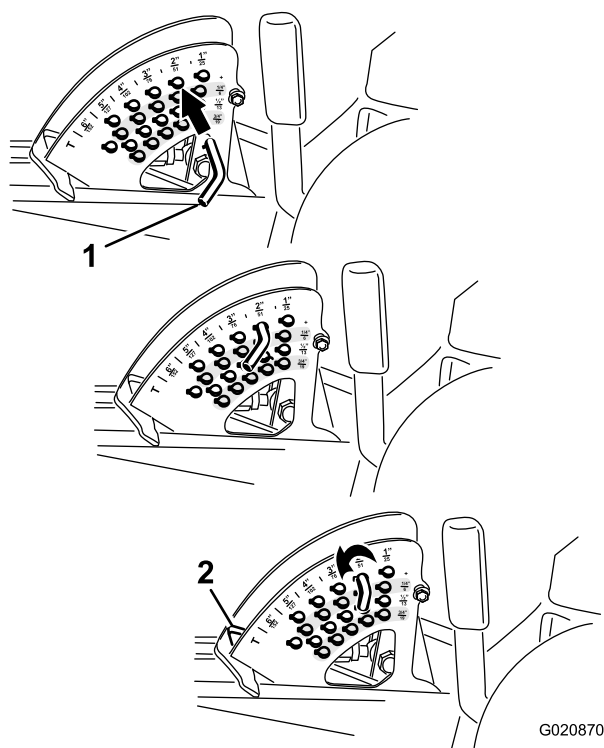

Figure 20
Remarque: Pour bloquer le plateau de coupe en position relevée, levez le plateau au-delà de la position 15 cm, retirez la goupille de butée de hauteur de coupe et placez-la à la position 15 cm (Figure 20).
2. Pour régler la hauteur de coupe, tournez la goupille de butée jusqu'à ce que la goupille cylindrique située à l'intérieur soit alignée sur les trous du support de hauteur de coupe et déposez-la (Figure 20).
3. Placez la goupille dans le trou du support correspondant à la hauteur de coupe voulue et tournez-la pour la verrouiller en place (Figure 20).
Remarque: Il y a 4 rangées de trous (Figure 20). La première rangée donne la hauteur de coupe indiquée au-dessus de la goupille. La deuxième rangée donne la hauteur indiquée plus 6 mm. La troisième rangée donne la hauteur indiquée plus 12 mm. La dernière rangée donne la hauteur indiquée plus 18 mm. Un seul trou, situé dans la deuxième rangée, correspond à la hauteur 15,2 cm. Il n'ajoute pas 6 mm à la hauteur de 15,2 cm.